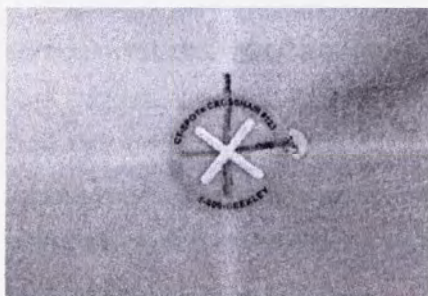

Рисунок 7
4.1.7 Этикетка для маркировки кожи в виде шарика (рисунок 7) используются для разметки тела пациента и предназначены для определения положения тела пациента во время сеанса диагностики и проведения процедур лучевой терапии.